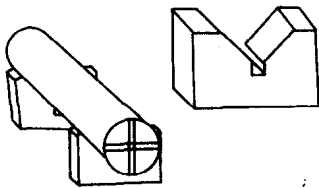

图 1-1-8 V 形铁
(1) 垫铁 分平垫铁和斜垫铁两种，主要用来支持和垫高、垫平工件。
(2) V 形铁 主要用来安放圆形工件，如图 1-1-8 所示。